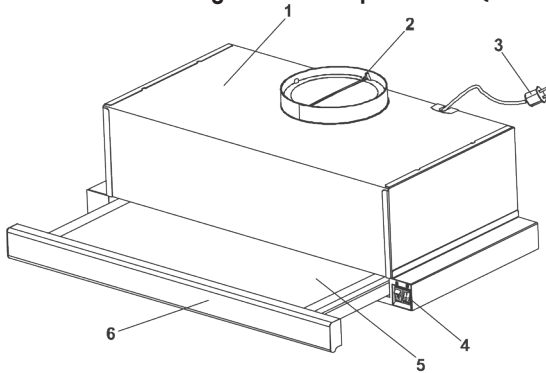
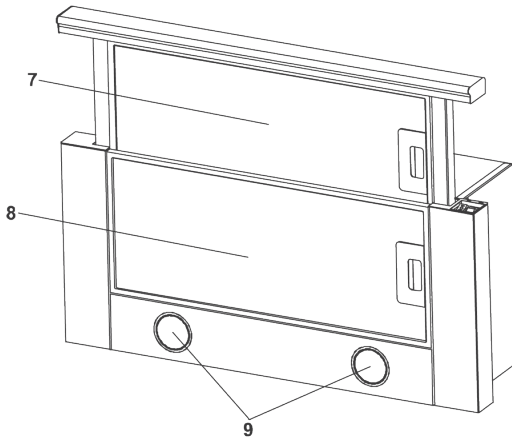

Abb. 3
Abb. 3.1
**5.4 Die Haube besteht aus folgenden Komponenten (Abb. 3/Abb. 3.1):**